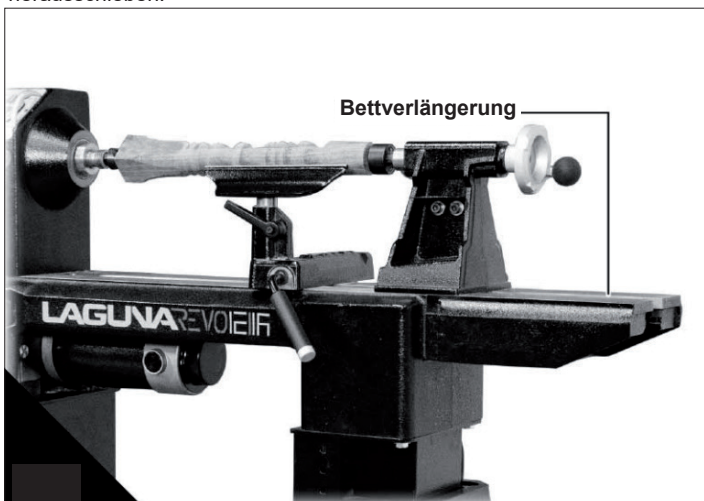

Abb. 20
4. Handauflage und Reitstock zurücksetzen. Den Reitstock so positionieren, dass sich eine Hälfte auf dem Bankbett und eine Hälfte auf der Bettverlängerung befindet (Abb. 20). Bankbett und Verlängerung ausrichten und Schrauben festziehen.